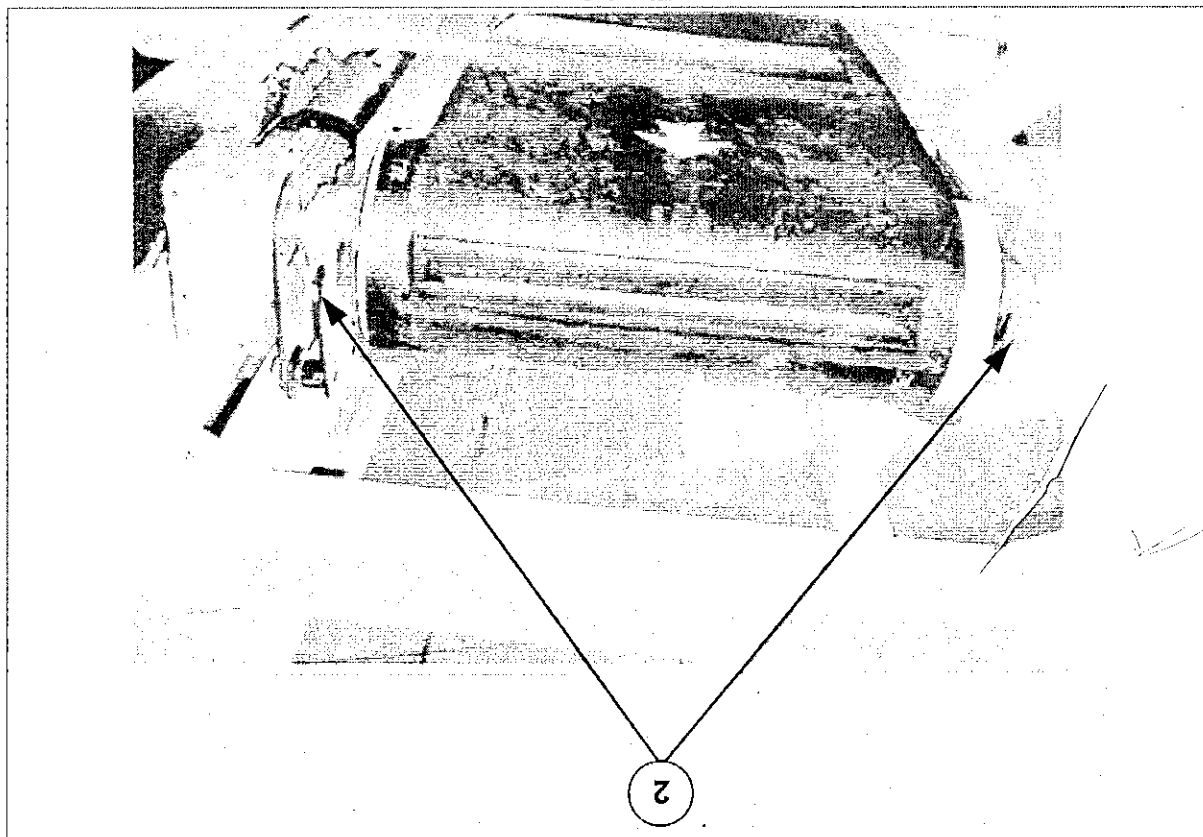

Fig. 8-2
- 2) Ingrassaggio cuscinetto rullo motore del nastro deferezatore fig. 8-2 part.2 q.tà 2